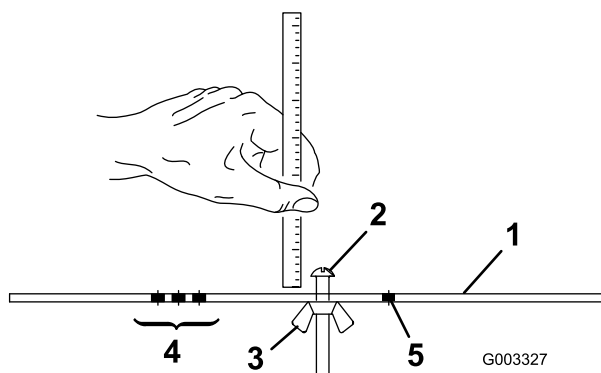

Bild 24
2. Lösen Sie die Mutter an der Messlehre (Bild 24) und stellen Sie die Einstellschraube auf die gewünschte Schnitthöhe ein.